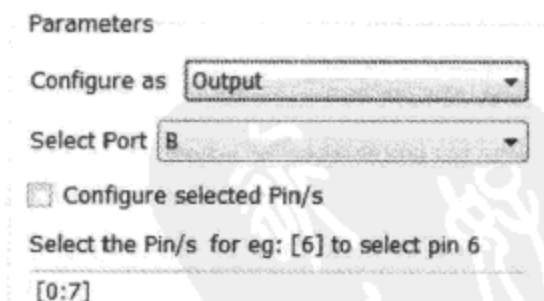

图 7.2.85 Write Port Config 模块设置
(6) Write Port Config。选择端口 B 的方向为输出，取消勾选 Configure selected Pin/s 复选框，如图 7.2.85 所示。